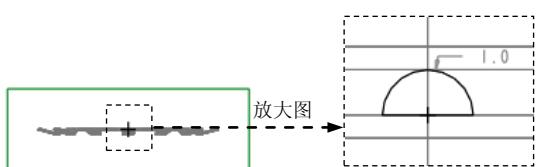

图 23.16 截面草图
(2) 单击 **模型** 功能选项卡 **切口和曲面** ▾ 区域中的 **拉伸** 按钮，在操控板中，确认“实体”按钮 **□** 被按下。
① 定义草绘截面放置属性。在绘图区域右击，从系统弹出的菜单中选择 **定义内部草绘...** 命令；然后选取 ADTM1 基准平面为草绘平面，选取 MOLD_PARITING_PLN 基准平面为参考平面，方向为 **上**；单击对话框中的 **草绘** 按钮。
② 绘制截面草图。绘制图 23.16 所示的截面草图；完成特征截面的绘制后，单击“草绘”操控板中的“确定”按钮 **✓**。